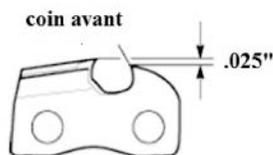

Fig. 18
3. Retirer l'outil pour limiteur de profondeur. Arrondir le coin avant du limiteur de profondeur avec la lime plate. Après plusieurs limages à la main, faire affûter la chaîne dans une affûteuse ou par un centre de réparation agréé. Ceci permet d'avoir un limage uniforme. (voir fig.18).